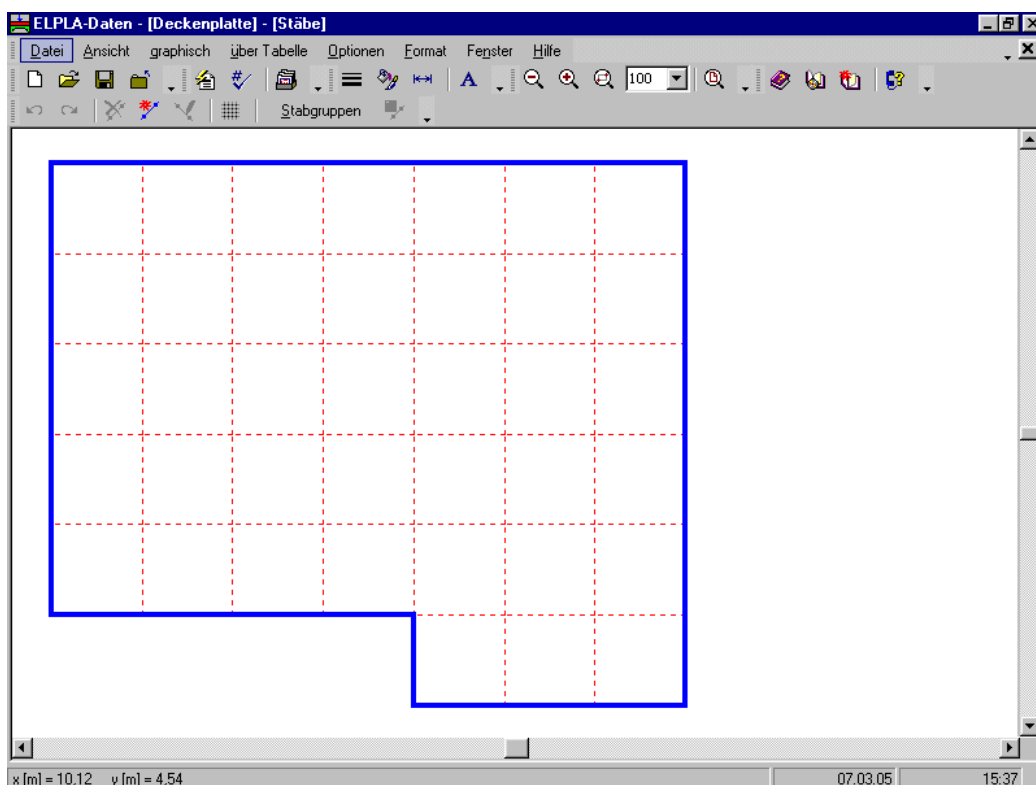
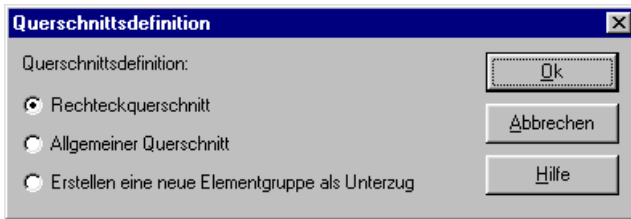

Bild 2-14 Eingebettetes Programm "Stäbe"
Bild 2-15 Optionsfeld "Querschnittsdefinition"
- Wählen Sie den Befehl "Daten der Stäbe" aus dem "Daten"-Menü des *ELPLA-Daten*-Fensters. Das folgende eingebettete Programm im Bild 2-14 erscheint
- Wählen Sie im Fenster von Bild 2-14 den Befehl "Beschreibung der Stabgruppen" aus dem Menü "über Tabelle". Das folgende Optionsfeld im Bild 2-15 erscheint
- Wählen Sie den Befehl "Stäbe einfügen" aus dem Menü "graphisch" im Bild 2-14. Wenn der Befehl "Stäbe einfügen" gewählt wird, ändert sich der Cursor von einem Pfeil zu einem Kreuz